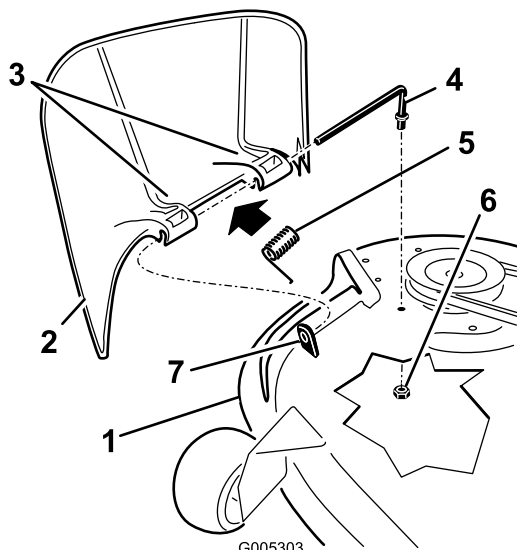

Figure 55
- Repérez les éléments illustrés à la Figure 55.
- Retirez l'écrou (3/8 pouce) de la tige, sous le plateau de coupe (Figure 55).
- Sortez la tige de la courte cheville de positionnement, du ressort et du déflecteur d'herbe (Figure 55). Enlevez le déflecteur s'il est endommagé ou usé.
- Remettez en place le déflecteur d'herbe (Figure 55).
- Placez le ressort sur la tige, les fils d'extrémité dirigés vers le bas, entre les supports du déflecteur d'herbe. Insérez la tige dans le deuxième support du déflecteur d'herbe (Figure 55).
- Insérez la tige à l'avant du déflecteur dans la courte cheville de positionnement sur le plateau. Fixez l'extrémité arrière de la tige dans le plateau de coupe à l'aide d'un écrou (3/8 pouce) (Figure 55).